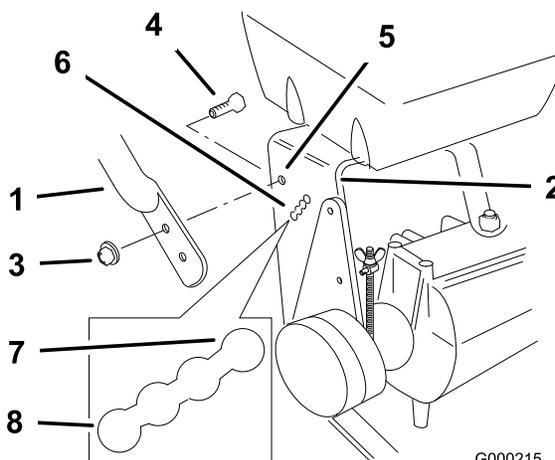

Figure 16
2. Desserrez les boulons à embase (3/8 x 1 pouce) supérieurs et l'écrou à embase qui fixent le guidon au cadre arrière (Figure 16).
3. Retirez les boulons à embase (3/8 x 1 pouce) inférieurs et les écrous à embase qui fixent le guidon au cadre arrière (Figure 16)